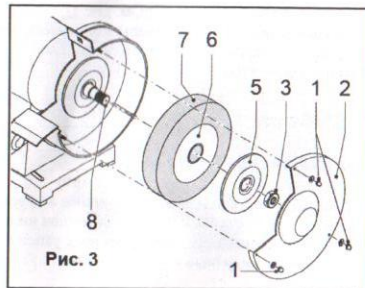

Рис. 3
**Замена / установка шлифовального круга (Рис. 3)**
- Открутите гайки фиксации защитного кожуха (1) (См. Рис. 3).
- Снимите защитный кожух (2).
- Открутите гайку (3) со шпинделя (8).
- Снимите со шпинделя внешний фланец (5), прокладку (6) и круг (7).
- Установите на шпиндель (8) новый круг.
- Надежно затяните гайку (3) Установите защитный кожух.
- Прикрутите обратно гайки (1) и крепко затяните их.